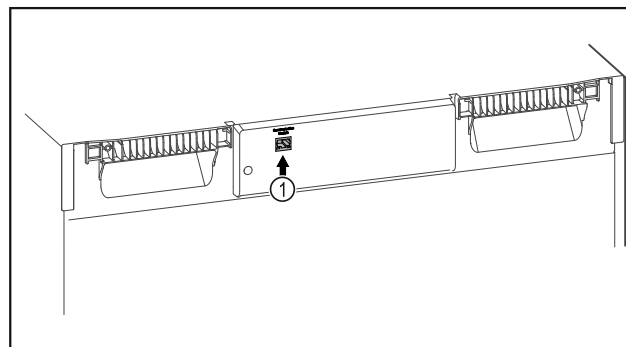

Fig. 152
- ❑ Se utiliza SmartModule Fig. 152 (1).